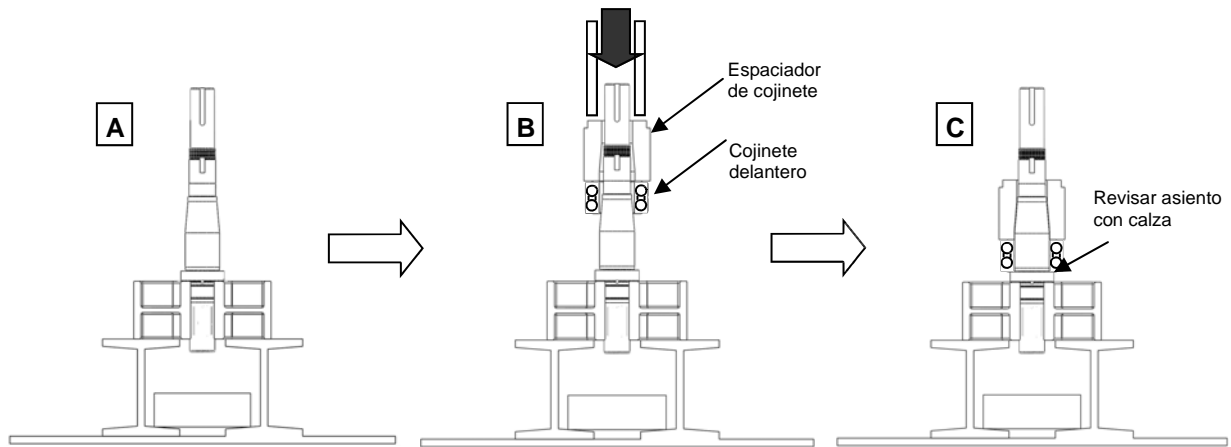

Figura 49: Presionar cojinete delantero sobre eje
1) Limpie todas las partes reutilizables antes de reensamblar. Aplique una ligera capa de lubricante en el área del eje donde irá el cojinete delantero. Coloque el eje en posición vertical en la prensa con el extremo del rotor hacia abajo (Figura 49, A). Los cojinetes de bolas se utilizan en todos los modelos excepto en la serie AL40. Para la serie AL40 es importante no intercambiar ninguna pieza del ensamble de cojinetes, ya que todos los cojinetes se fabrican como ensambles y se ensamblan para tener una longitud total precisa. Abra los nuevos cojinetes delanteros y colóquelos sobre el eje junto con el espaciador de cojinetes (Figura 49, B). Asegúrese de que el cojinete y el espaciador estén alineados antes de presionarlos. Usando una manga que se apoye en el espaciador del cojinete y que pase sobre el eje, presione el cojinete hasta que se asiente contra el hombro del eje. Se puede utilizar una calza para asegurar que el cojinete se apoye completamente en el hombro del eje (Figura 49, C).